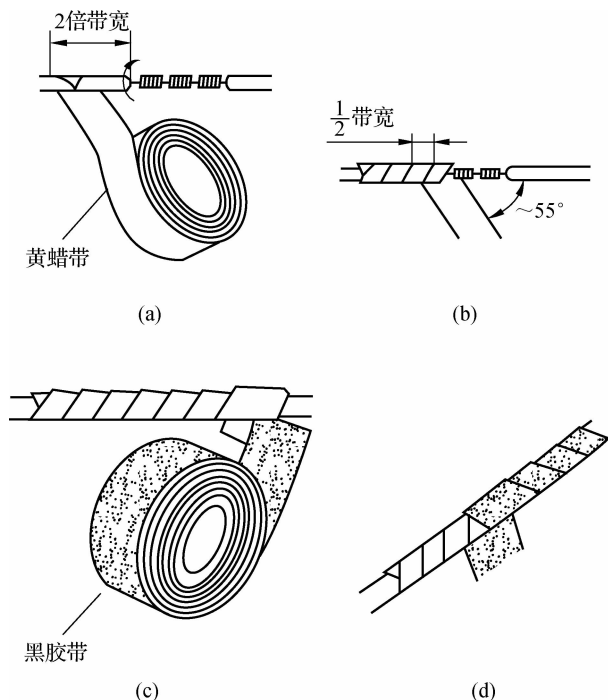

图 1-7 一般导线接头的绝缘处理
(1)一般导线接头的绝缘处理。一字形连接的导线接头可按图1-7所示进行绝缘处理,先包缠一层黄蜡带,再包缠一层黑胶带。